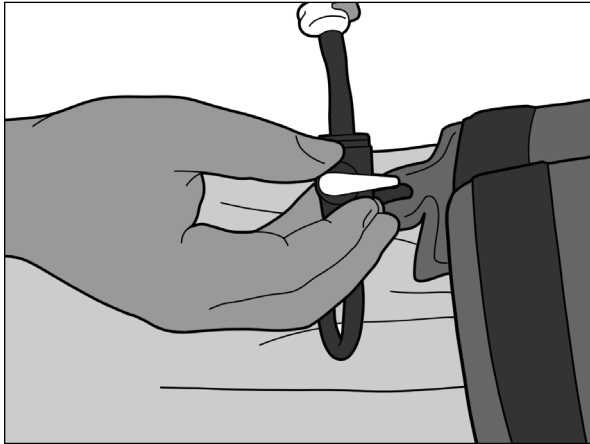

Fig. 20
1. Verificare che la valvola di arresto sia perpendicolare al tubo (Fig. 20).